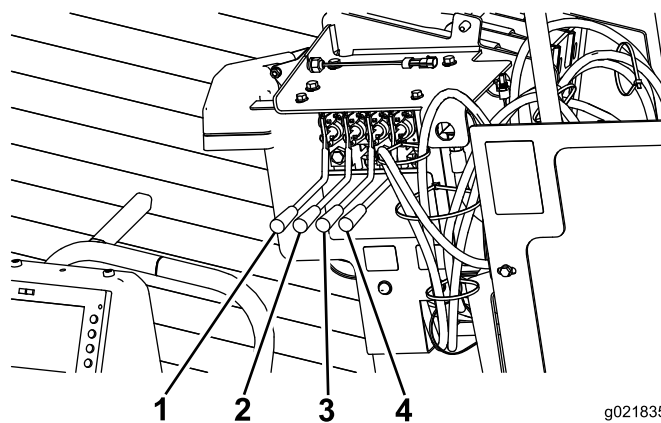

Figura 82
11. Mueva las 2 palancas de la estaca derecha hacia dentro para bajar y girar la estaca de barrena derecha hasta el fondo (Figura 82).